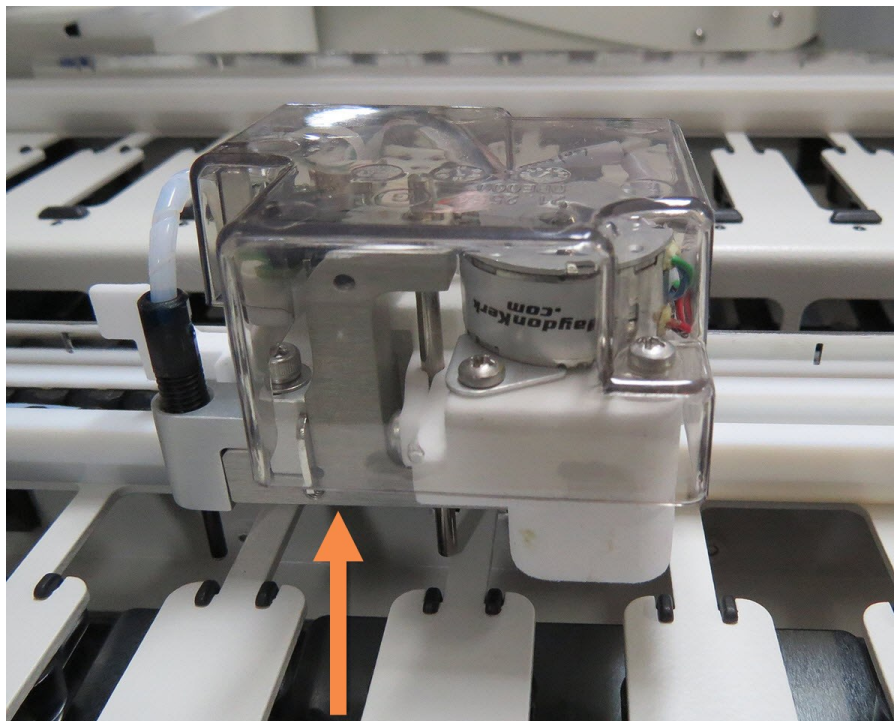

Figure 2-22: Podnieść wskazany blok dozujący i przesunąć robota odczynników zbiorczych wzdłuż szyny prowadzącej zespołu barwienia szkiełek
2. Delikatnie podnieść blok dozujący na robocie odczynników zbiorczych (zob. Figure 2-22), tak aby sonda wysunęła się ponad górną płytę.